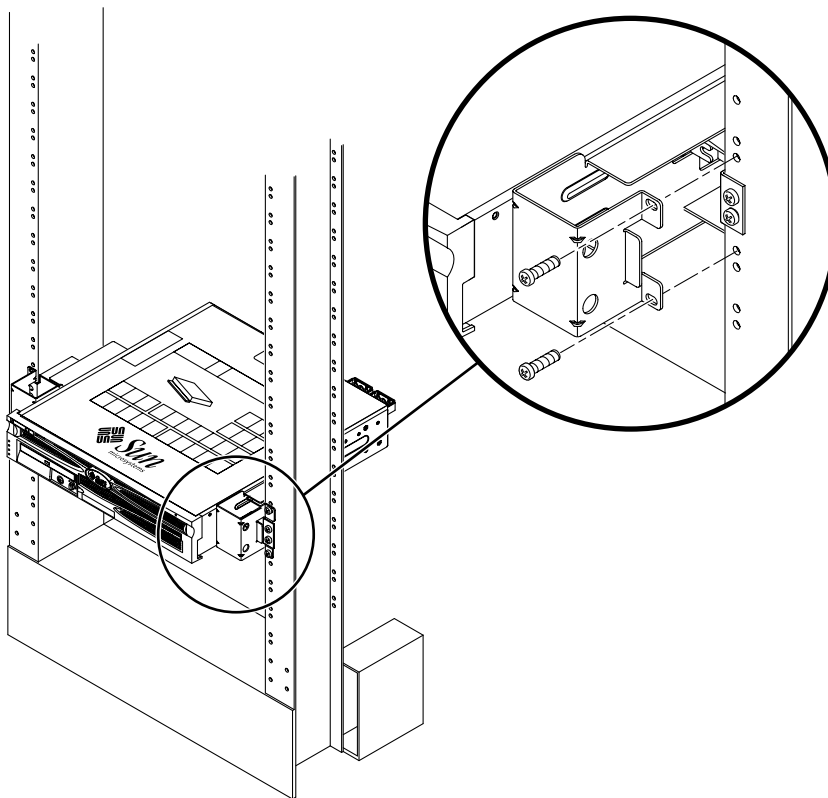

FIGURA 3-26 Instalación y fijación del servidor en el bastidor de dos postes
5. Encaje el servidor en el bastidor y deslícelo por las guías de los raíles (FIGURA 3-26).
6. Con la ayuda de dos tornillos en cada lado, fije cada soporte lateral del servidor al frontal del bastidor (FIGURA 3-26).